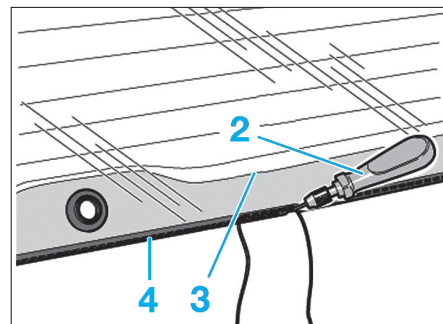

FIG. 7
- Faire passer l'aiguille de cordonnier (3) sous la lèvres d'étanchéité (4) à l'aide de la poignée (2) et l'enfoncer à travers le cordon de colle (Fig.7).